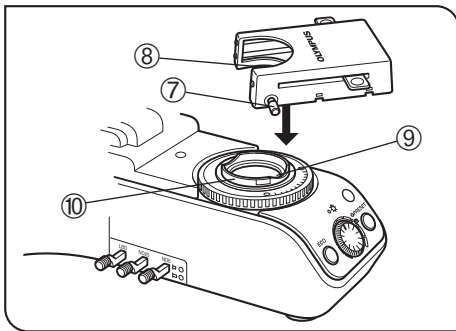
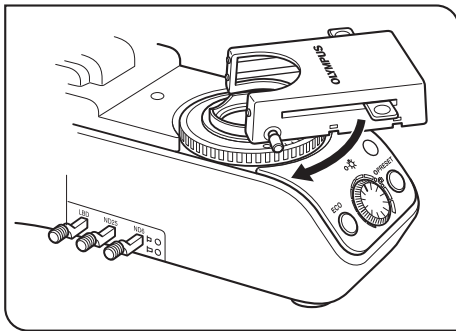

図 18
図 19
- 1) フィルタカセットの固定つまみ⑦を充分ゆるめます。(図18)
- 2) フィルタカセット下面の突起⑧をフィルタ受け位置決め溝⑨に合わせて、フィルタカセットを上からはめ込みます。
- 3) フィルタカセットがベース部と平行になるようにフィルタカセットを回転させます。(図19)
- 4) 固定つまみ⑦をフィルタ受け位置決め穴⑩に合わせて軽く締付け、フィルタカセットを固定します。